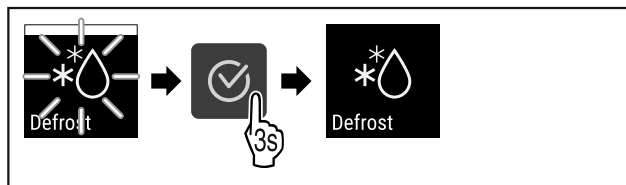

Fig. 97
- ▶ Suivre les étapes (voir Fig. 97) .